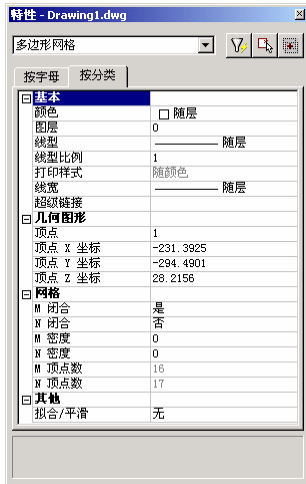

图 4-3 多边形网格的特性
- ⑤在“起点切向量 X (Y、Z) 坐标”项目中，显示样条曲线起点切线的方向矢量。
- ⑥在“端点切向量 X (Y、Z) 坐标”项目中，显示样条曲线端点切线的方向矢量。
- ⑦在“拟合公差”项目中，可以指定样条曲线的拟合公差。拟合公差为 0 时，样条曲线将穿过所有拟合点。
⑧在“面积”项目中，显示二维样条曲线所围成的面积。此项对三维样条曲线无用。
(3) 如果选择多边形网格对象，“特性”窗口显示如图 4-3 所示内容。